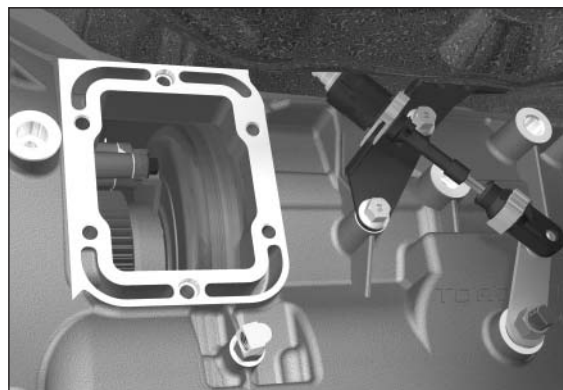

Figura 7
- Desmonte la placa de cubierta de abertura de la PTO y la empaquetadura (**Figura 7**).